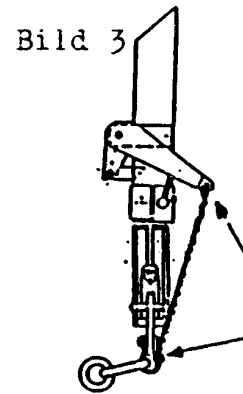

Bild 3
- Schleppseil der Einziehvorrichtung gegen unbeabsichtigtes Ausziehen absichern, siehe Bild 3